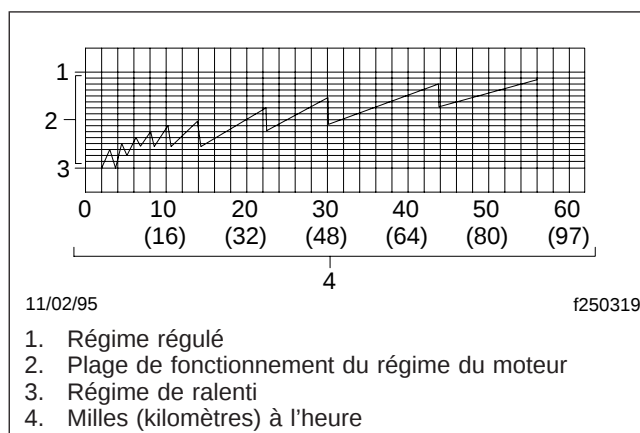

Fig. 7.7, Schéma de changement progressif de vitesse
4. Si le véhicule peut fonctionner à un rapport supérieur une fois que la vitesse désirée a été atteinte, choisissez le rapport le plus élevé possible qui permettra de tirer la charge. L'expérience de votre véhicule vous indiquera quel régime est nécessaire pour passer à un rapport supérieur dans différentes conditions. Cette technique de changement progressif des rapports vous permet d'économiser du carburant car le moteur tourne ainsi au régime le plus bas pour tirer la charge. Reportez-vous à la figure 7.7 pour la configuration des changements de rapports progressifs.